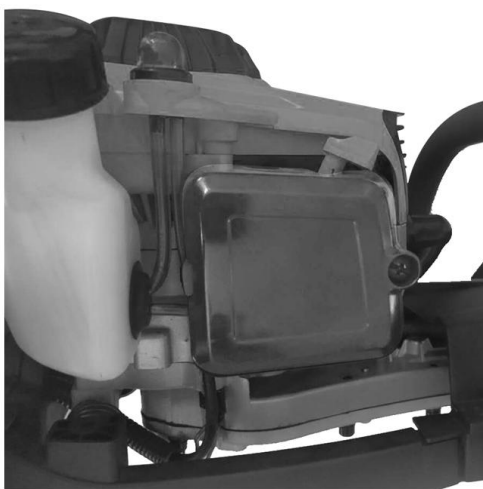

Рисунок 13
1. Ослабьте винт крышки воздушного фильтра и снимите крышку (рис.13).
2. Промойте воздушный фильтр в мыльной воде (рис.13).